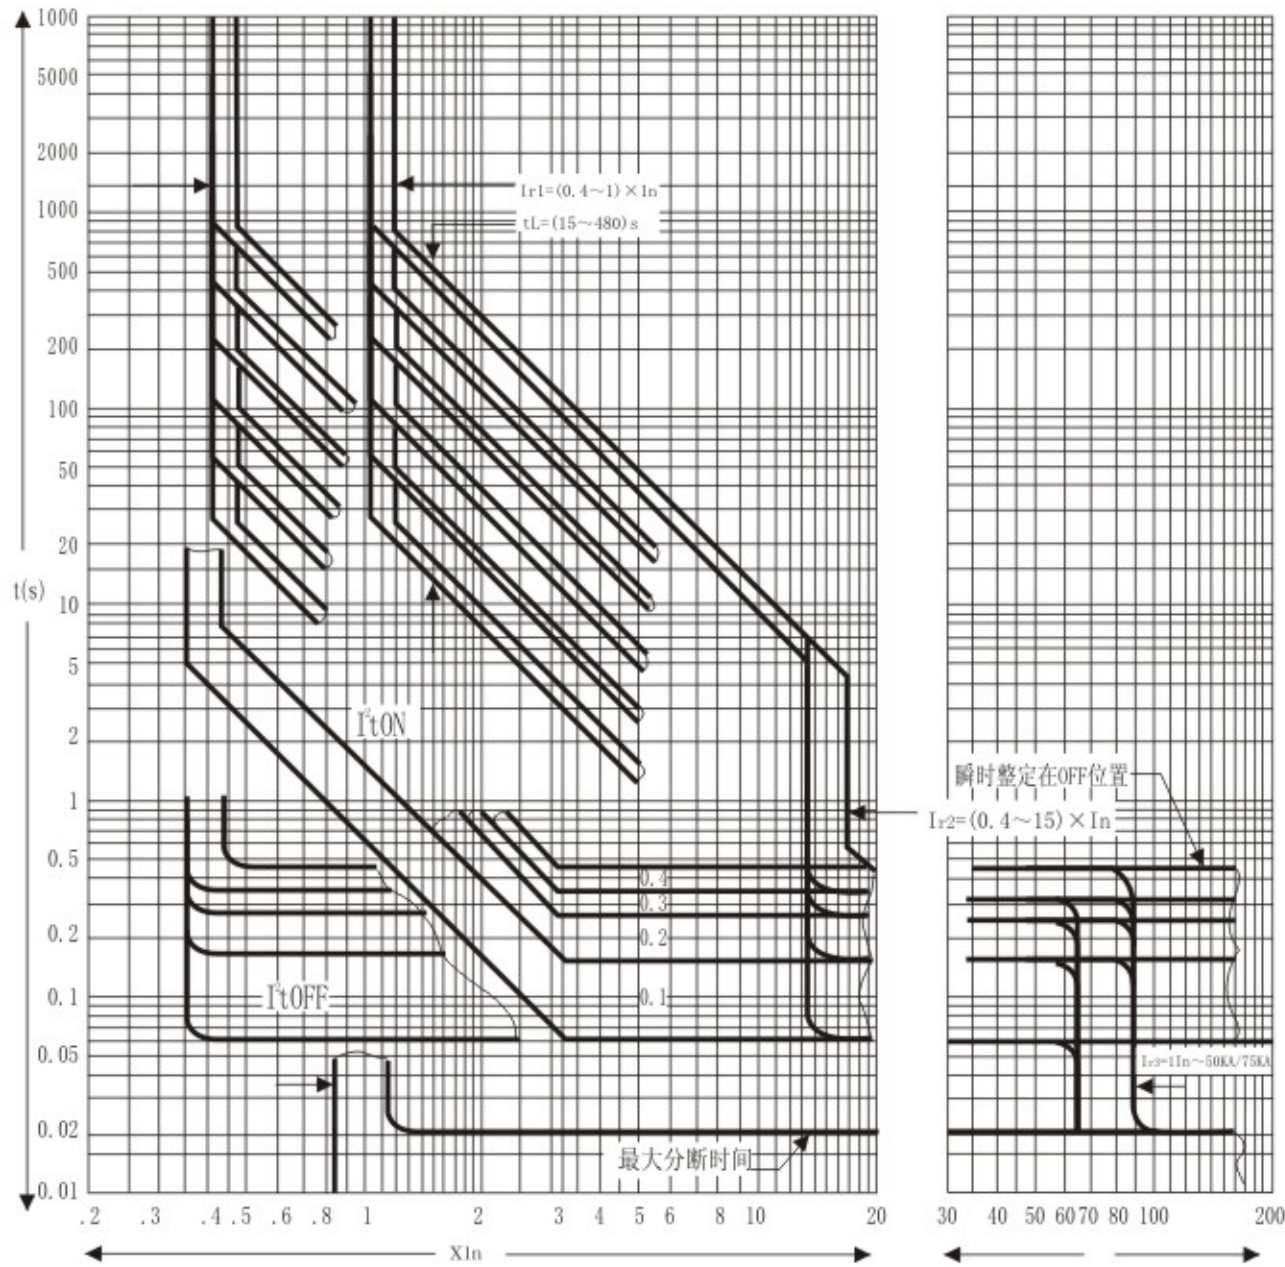

图2 M/H型控制器的过电流脱扣器保护特性
5.2.3 M/H型控制器的过电流脱扣器保护特性 (见图2)